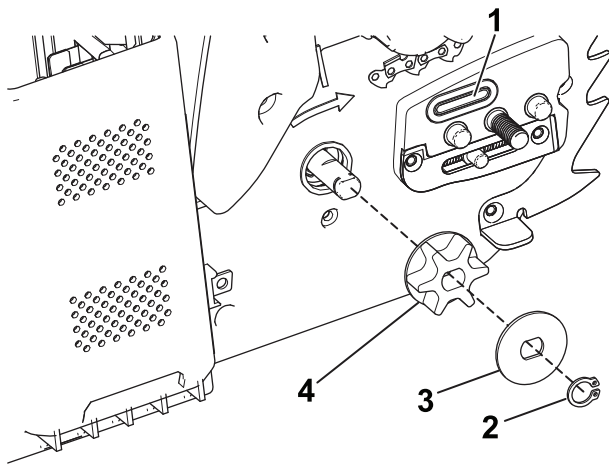

Bild 30
- Nehmen Sie den Clip, das Distanzstück und das Antriebsrad von der Kettensäge ab (Bild 30).
- Prüfen Sie die Ölleitung (Bild 30) auf Rückstände und reinigen Sie den Bereich ggf.